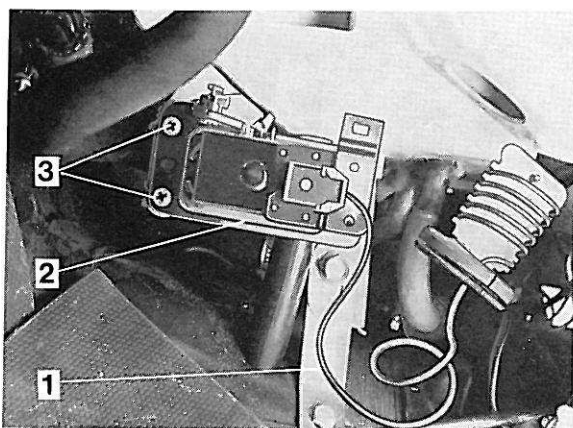

Figure 45. Echange de la valve de contrôle de température
6. Enlever les vis de fixation de la valve de contrôle sur la console (3, figure 45).